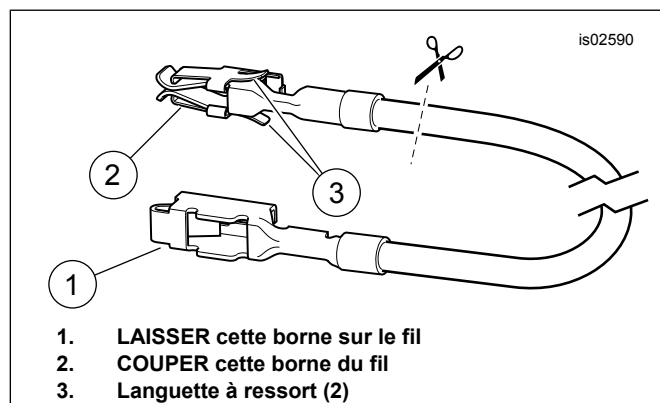

Figure 6. Fil adaptateur de bloc fusibles
- Obtenir le fil adaptateur orange/blanc (10) du bloc fusibles dans le kit. Bien noter la borne à chaque extrémité (voir Figure 6). Seule la borne **SANS les languettes à ressort** convient à la cavité de fusible. Couper avec soin la borne **AVEC** les languettes à ressort du fil et la jeter.